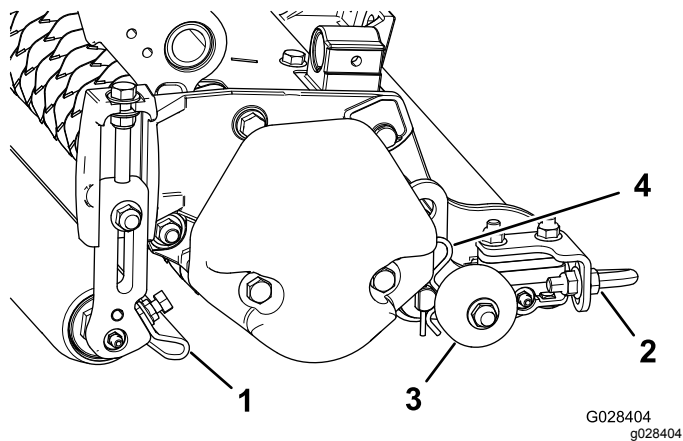

图 11
1. 松开固定滚筒刮刀的凸缘螺母 图 11。
在切根刀下放到底板或从主机中拆下之前应放低行走滚筒 图 11 以防止刀片接触到坚硬的表面。